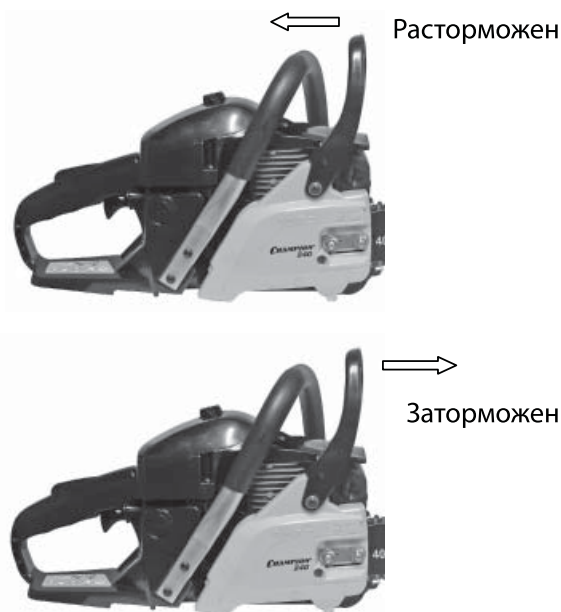

Рис.7
1. Тормоз Цепи РАСТОРМОЖЕН (цепь может вращаться), когда РУЧКА ТОРМОЗА ВЗВЕДЕНА (рис. 7).
2. Тормоз Цепи ЗАТОРМОЖЕН (цепь остановлена), когда тормозной рычаг находится во включенном положении. В этом положении Вы не в состоянии повернуть цепь (рис. 7).
3. Убедитесь, что тормоз цепи заторможен (рис. 7).
ПОСЛЕ ЗАПУСКА ДВИГАТЕЛЯ НЕ МЕДЛЕННО УСТАНОВИТЕ ТОРМОЗ ЦЕПИ В ПОЗИЦИЮ РАСТОРМОЖЕН (Рис.7).